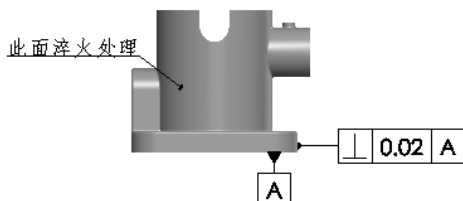

图 6.8.8 标注 3D 注释
(4) 选取注释文本放置位置。将注释放置在图 6.8.8 所示的位置, 系统弹出“格式化”对话框。
(5) 创建注释文本。在弹出的“注释”文本框中输入图 6.8.8 所示的文本“此面淬火处理”。